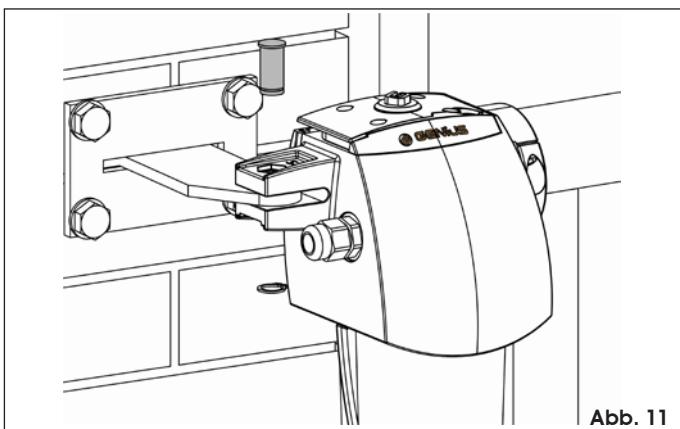

Abb. 11
2. Den Antrieb mit dem im Lieferumfang enthaltenen Stiften und elastischen Ringen am hinteren Bügel fixieren (Abb. 11).